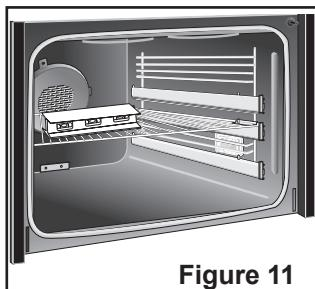

Figure 11
1. Installez une grille au centre du four inférieur (Voir la Figure 11).